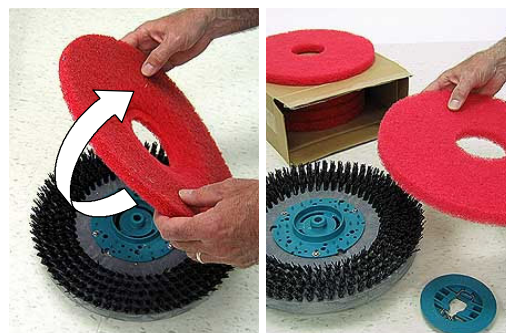

ABB. 91
5. Scheiben- Schrubbkopf - Abgenutzte Polierscheibe umdrehen oder auswechseln (Abbildung 91).